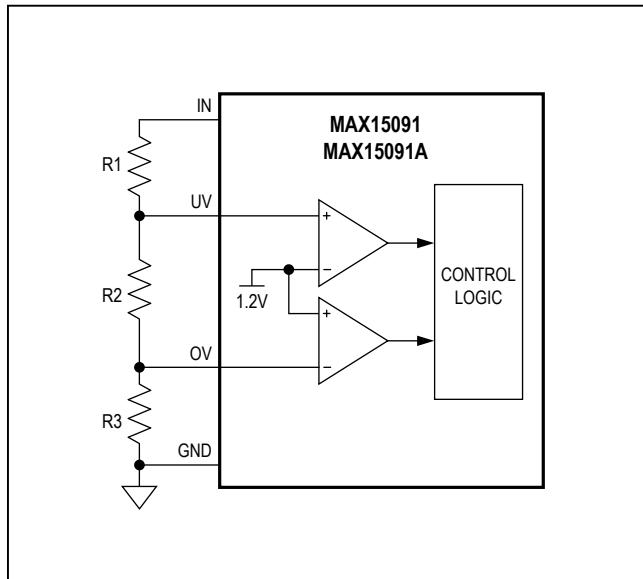

图1. 欠压/过压门限设置
1.2V)时，器件打开输出；V_{UV}下降至(1.2V – V_{UV_HYS})以下或V_{OV}上升至1.2V以上时，器件关闭输出。通过连接在IN、UV和OV之间的外部电阻分压器，可将欠压/过压锁定门限灵活地设置为V_{UVLO}至18V之间的任意值。请参见图1以及设置欠压门限和设置过压门限部分。
当 $V_{\text{CC}} < 2.5\text{V}$ 或 $V_{\text{UV}} < V_{\text{UV_TH}}$ 时，内部MOSFET保持关闭。欠压锁定门限可通过IN至UV、OV和GND之间的电阻分压器(图1)设置。当 V_{CC} 大于2.7V且 V_{UV} 超过1.2V (典型值)时，内部MOSFET导通，进入常规工作状态。使用以下公式计算电阻值，以设置所需的欠压门限：
过压锁定门限可通过IN至UV、OV和GND之间的电阻分压器(图1)设置。使用以下公式计算电阻值，以设置所需的过压门限：